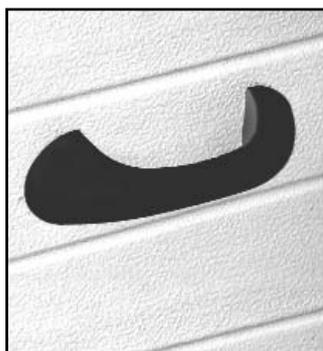
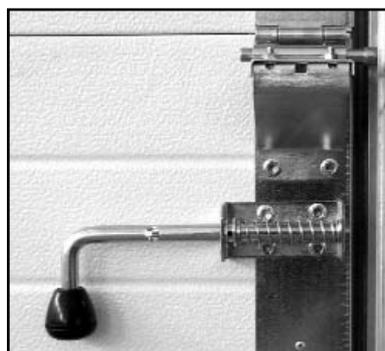
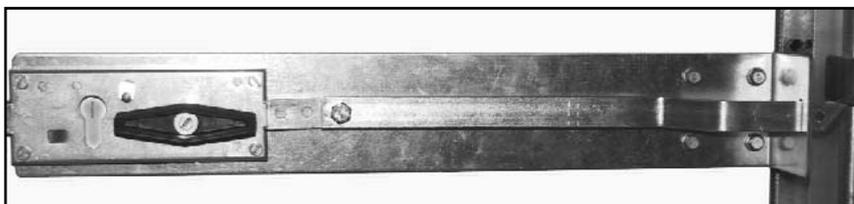

Рис. 40. Установка ручки
Рис. 41. Установка засова
Рис. 42. Установка замкового ригеля
- Установка ручки (рис.40), засова (рис.41) или замкового ригеля (рис.42), подъемного каната (рис.43) производится по выполненным в панелях отверстиям. Закрепление к панели осуществляется при помощи крепежных элементов, входящих в комплект элементов управления. При установке элементов управления пользоваться заводскими схемами и инструкциями.